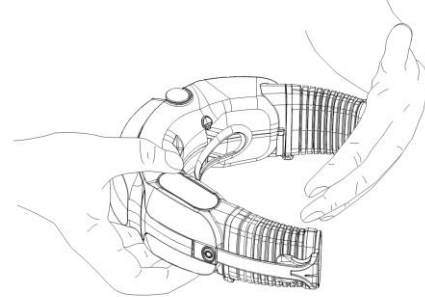

図 28 : フィルターアラームテストのために吹き出し口を塞ぐ
1. レスピレーターからマスクを取り外します。吹き出し口を手で完全に塞いでください（図 28 を参照）。